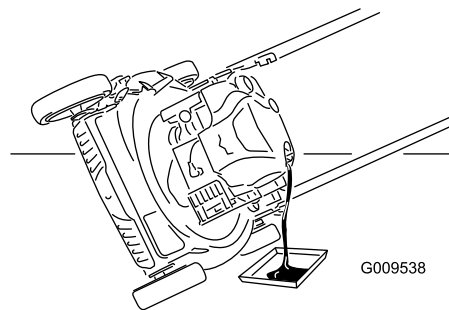

Figura 25
7. Inclinate la macchina sul fianco, con il tubo di riempimento dell'olio in basso, per vuotare l'olio usato attraverso il tubo di riempimento in una bacinella di spurgo (Figura 25).